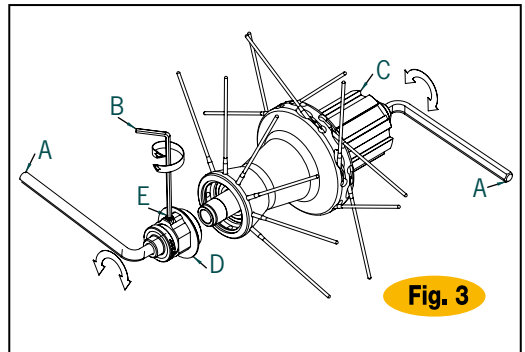

Fig. 3
- Aflojen el perno (E) con una llave Allen (B) (Fig.3).
- Aprieten el perno (E).